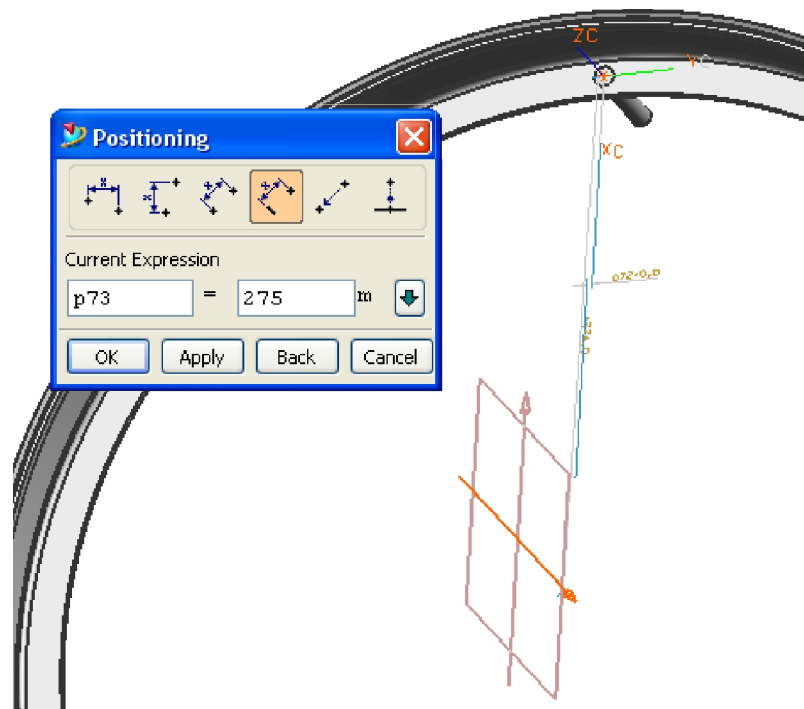
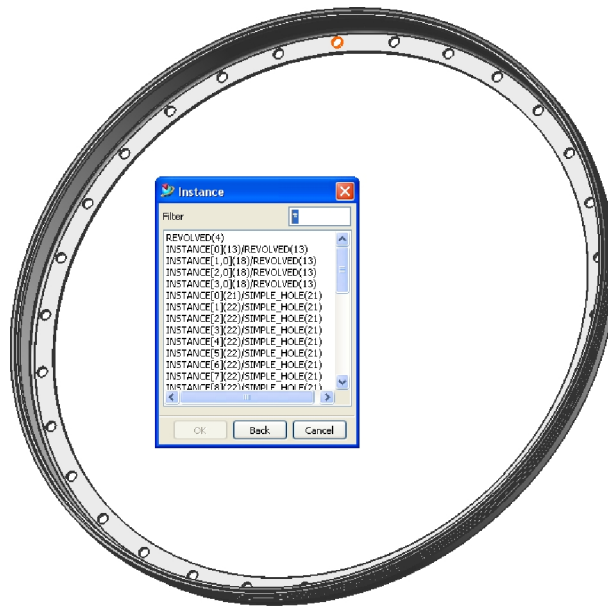

Рис. 108. Создание болтового отверстия
Рис. 109. Модель лабиринта с отверстиями
9. Создайте 30 отверстий диаметром 10 мм во фланцах лабиринта: **Insert** → **Design Feature** → **Hole...** Укажите торцевую плоскость фланца, на которой будет создано отверстие, задайте диаметр 10 мм и нажмите кнопку **OK**. В появившемся меню **Positioning** воспользуйтесь опцией **Perpendicular** для позиционирования отверстия в базовой плоскости: задайте размер от оси детали (**Datum Axis**) до центра отверстия 275 мм (что соответствует диаметру 550 мм центров отверстий) и 0 мм от вертикальной плоскости до центра отверстия, нажмите **OK**. В результате получим сквозное отверстие диаметром 10 мм (Рис. 108). Создайте массив отверстий: **Insert** → **Associative Copy** → **Instance...** Выберите **Circular Array** → **SIMPLE_HOLE**, **OK**. Задайте количество отверстий – 30 и угловой шаг отверстий – 360/30 градусов. Выберите **Point_Direction** и **XC**, нажмите **OK**, **OK**. Будет создан массив отверстий (Рис. 109).